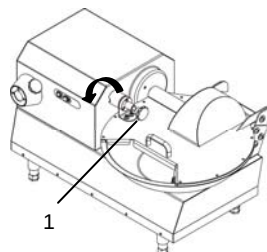

Fig. 6.3.1
- Girar el pomo de desbloqueo de la tapadera en sentido antihorario "1" Fig. 6.3.1.